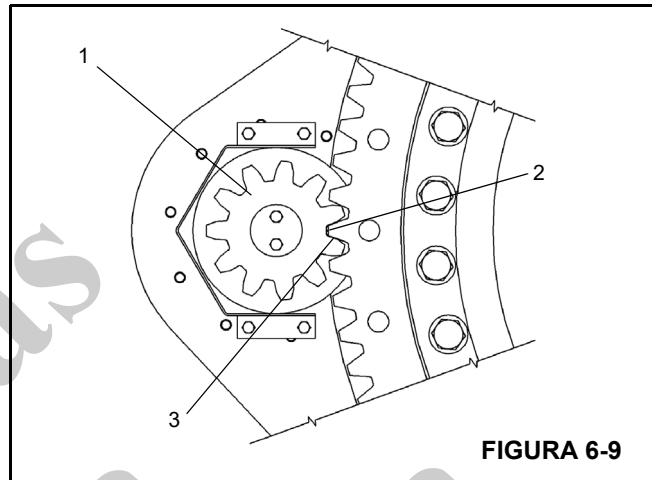

FIGURA 6-9
6. Instale o pinhão de acionamento de giro de forma que o ponto superior (excentricidade máxima) fique alinhado ao ponto superior do rolamento da torre. Verifique a folga com um calço de 0.008 pol. (0,203 mm) (3, Figura 6-9). Se o pinhão precisar ser movimentado para obter a folga adequada, entre em contato com o distribuidor local.